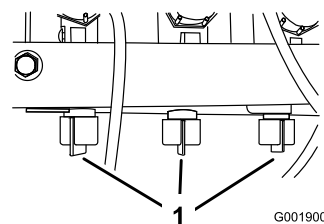

Figura 29
12. Regolate la valvola di bypass della barra (Figura 29) sotto la valvola di comando della barra che avete disattivato, finché il misuratore di pressione non mostra un valore identico a quello rilevato alla voce 9.